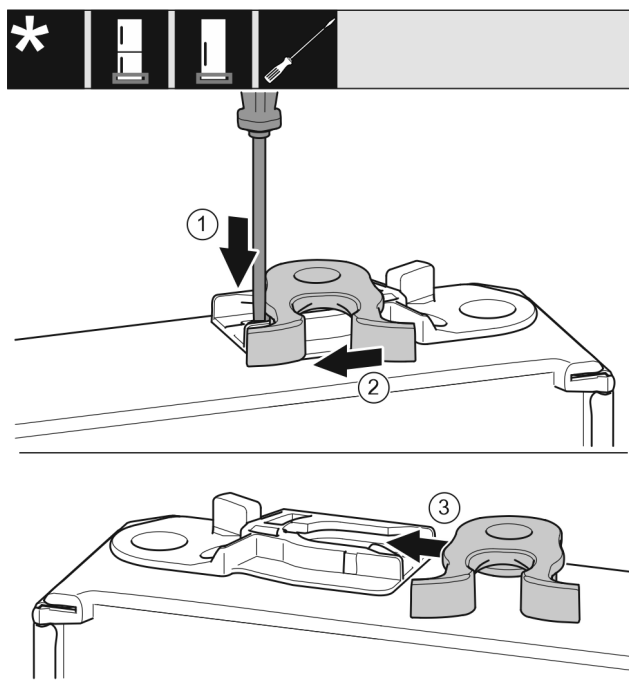

Fig. 40 *
- Presione hacia atrás la pestaña Fig. 40 (1) con el destornillador de punta ranurada.*
- Retire el gancho de cierre Fig. 40 (2) de la guía.*
- Deslice el gancho de cierre Fig. 40 (3) hacia la guía sobre el lado opuesto.*